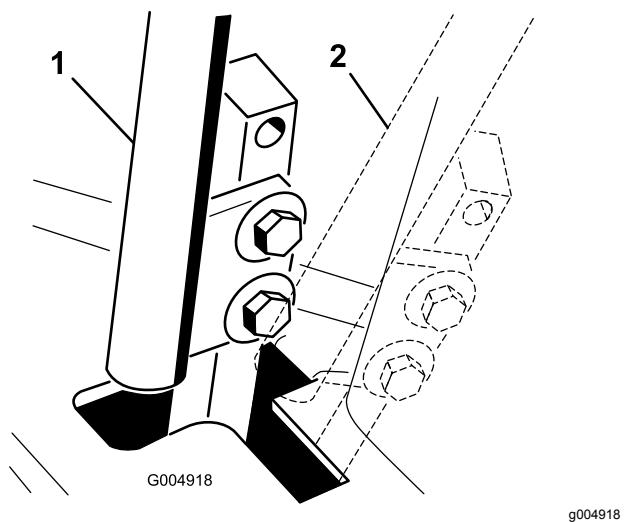

Figure 84
4. Placez le levier de commande au POINT MORT, **sans le verrouiller** (Figure 84).
6. Vérifiez la position du levier par rapport au cran de la console (Figure 84).